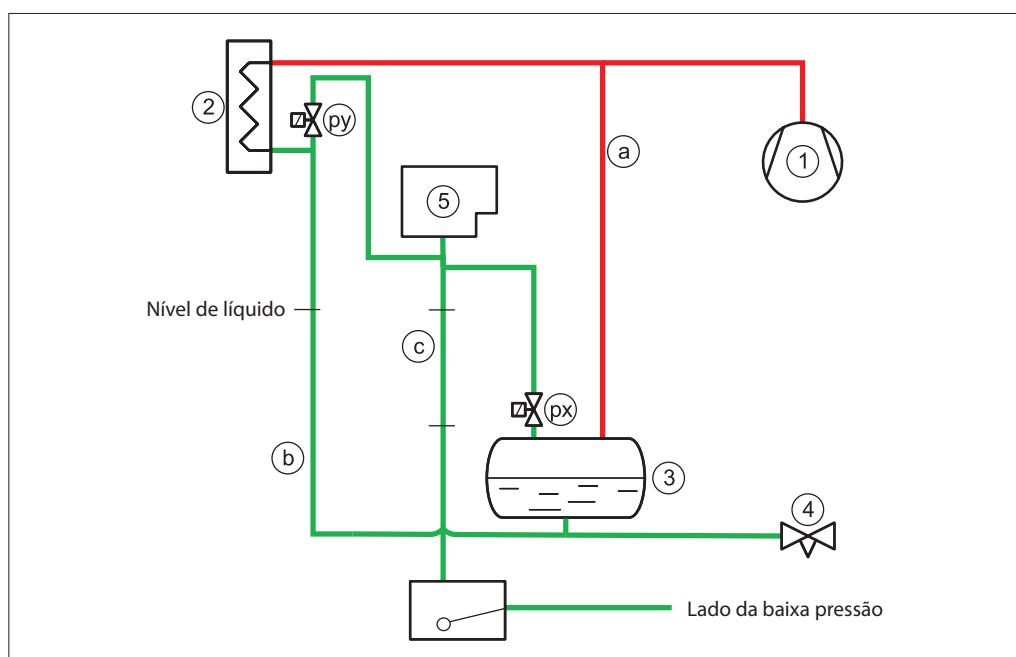

Fig. 7 Conexões do purgador (px) e (py). A tubulação de drenagem (c) precisa estar na vertical/em declive
uma boia de alta pressão (6) para o lado da baixa pressão (consulte a Fig. 7).